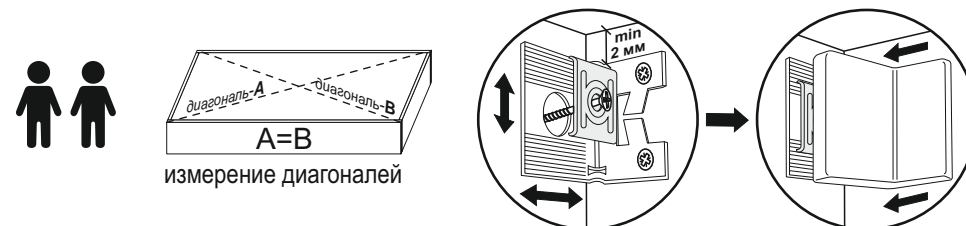

Рис.1 Навес / Сушка
- Соединить боковины (1) и стяжки (2) еврошурупами (рис.1,2).
- Перевернуть изделие лицевой частью вниз и замерить диагонали секции (они должны быть равны: +/- 2 мм). Прибить гвоздями 2х20 заднюю стенку, состоящую из ХДФ (4) и соединительной планки (в секциях 600/800) (рис.1,2).
- Приложить навесы к боковинам (1) не ближе 2-3 мм от крыши. Через отверстия Ø15 мм нанести отметки на ХДФ (4) и вырезать/просверлить отверстия в местах крепления к стене. Затем прикрутить навесы к боковинам (1) шурупами 4х16 П/Ш (рис.1,2).
- Навесить створки (5), используя петли и шурупы 4х16 (рис.1,2). При необходимости отрегулировать петли. **Монтировать и регулировать створки после окончательной сборки всех коробов кухни.**
- В зависимости от расположения створок (5) (правые или левые), досверлить необходимые отверстия Ø5 и прикрутить ручки шурупами 4х32 П/Ш (рис.1,2). Оставшиеся технические отверстия заглушить мебельными заглушками d5 (рис.1).
- В секциях Навес, вставить полкодержатели в соответствующие отверстия в боковинах (1) и установить полки (3) (рис.1,2).